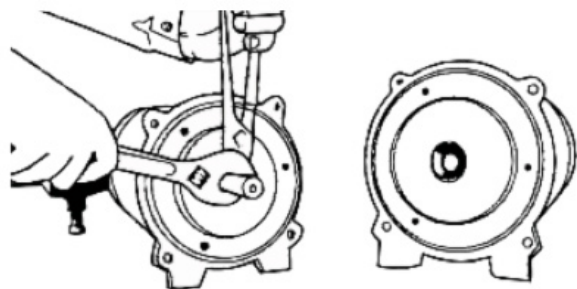

Figure 13 : Retirer le venturi
4. Sur les modèles de 1/2 HP, tenez la impulseur avec des pinces et dévissez le tube de venturi. Sur les modèles à 3/4 et 1 HP, le tube de venturi est vissé dans la carcasse de la pompe (figure 13).